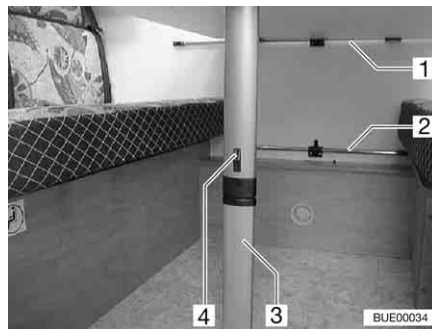

Fig. 62 Table suspendue à pied articulé
- Pousser le dispositif de blocage (Fig. 62,4) vers le plateau de table.
- Rabattre le pied (Fig. 62,3) à 90°.
- Décrocher la table suspendue du rail d'accroche supérieur (Fig. 62,1).
- Accrocher la table suspendue dans le rail d'accroche inférieur (Fig. 62,2) et la poser sur l'articulation du pied de la table.